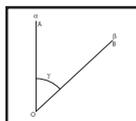

Fig.8
- Alinee la línea vertical del retículo con el Punto A - véase la Fig. 8.